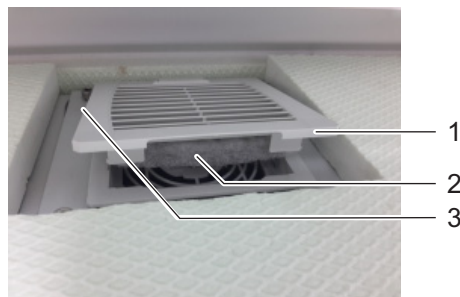

figura 5-15 Sostituzione del tappetino filtro superiore
- 3 Aprire il porta tappetino filtro superiore facendo leva con un cacciavite in modo da poter sostituire il tappetino filtro superiore (vedere Figura 5-15,  135).